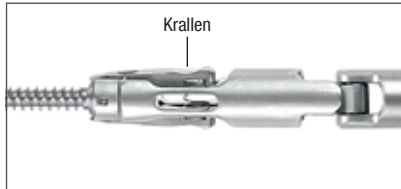

Abb. 37
**REF 58.86.10** Winkelschraubendreher⑥ + Montagehilfe
Das Laden einer Ankerschraube mit dem Winkelschraubendreher⑥ sollte per Hand erfolgen, indem die beiden federnd gelagerten Krallen, die die Schraube bei Zugbelastung halten, mit Daumen und Zeigefinger zusammengedrückt werden, um den Schraubenkopf mühelos in die Sechskanthülse des Winkelschraubendrehers stecken zu können. (siehe Abb. 37)